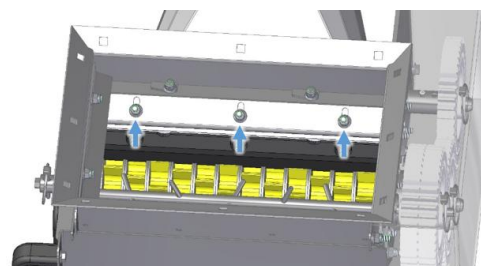

Figura 36
- O depósito deve ser esvaziado completamente de acordo com o item 6.8.2.
- Soltar as três porcas (veja Figura 36), com quais a placa de apoio está fixada na unidade dosadora. Nesta placa de apoio está montada a vassoura superior e uma lâmina raspadora.